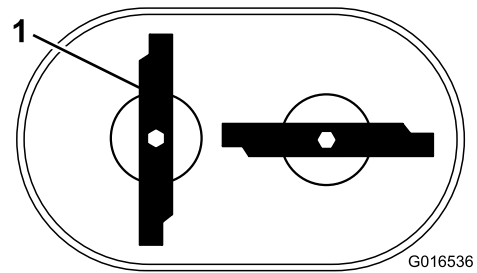

**Figura 42**
2. Segure cada lâmina com uma tábua e rode o parafuso da lâmina no sentido dos ponteiros do relógio com uma chave como se mostra na Figura 42; aperte o parafuso de cada lâmina com 82 N·m.